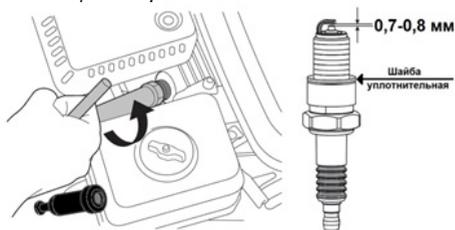

Рис. 19 Обслуживание свечи зажигания
- Снимите со свечи зажигания колпачок и удалите грязь вокруг свечи зажигания (Рис. 19).
- Измерьте зазор между электродами свечи зажигания специальным щупом. Зазор должен быть 0,7-0,8 мм (Рис. 19). При увеличении, или уменьшении требуемого зазора, рекомендуется заменить свечу, так как регулировка зазора может привести к изменению качества искрообразования.